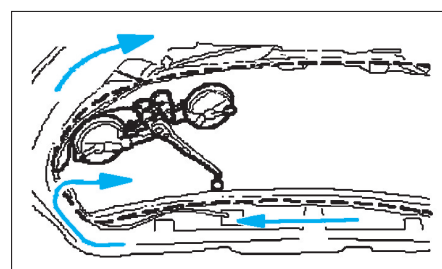

FIG. 83
- Découper le joint de colle dans le sens indiqué (fig. 83).